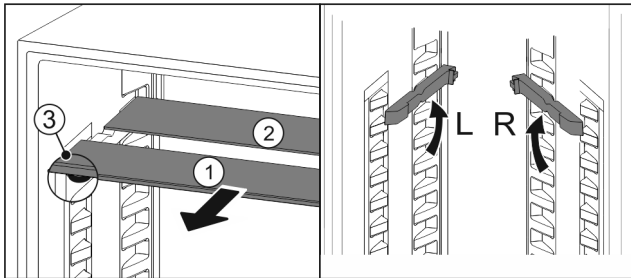

Fig. 45
- estrarre i ripiani di vetro singolarmente tirando in avanti Fig. 45 (1).
- ▷ Il piano in vetro Fig. 45 (1) con il motivo ornamentale è nella parte anteriore.
- ▷ I fermi Fig. 45 (3) sono rivolti verso il basso.